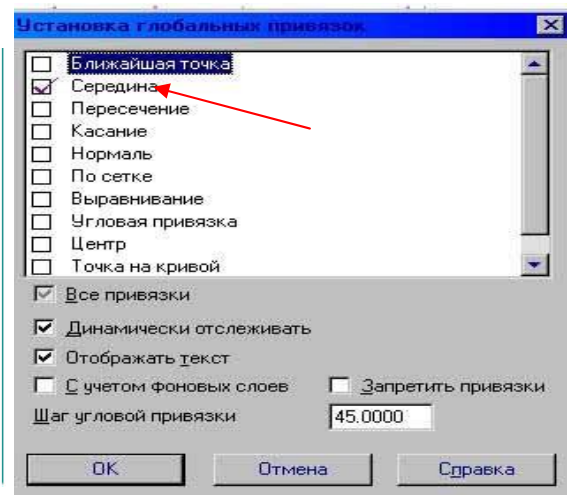

Рис.3.3.
*Задание* построить деталь на рис. 3.3. 1 и проставить размеры.